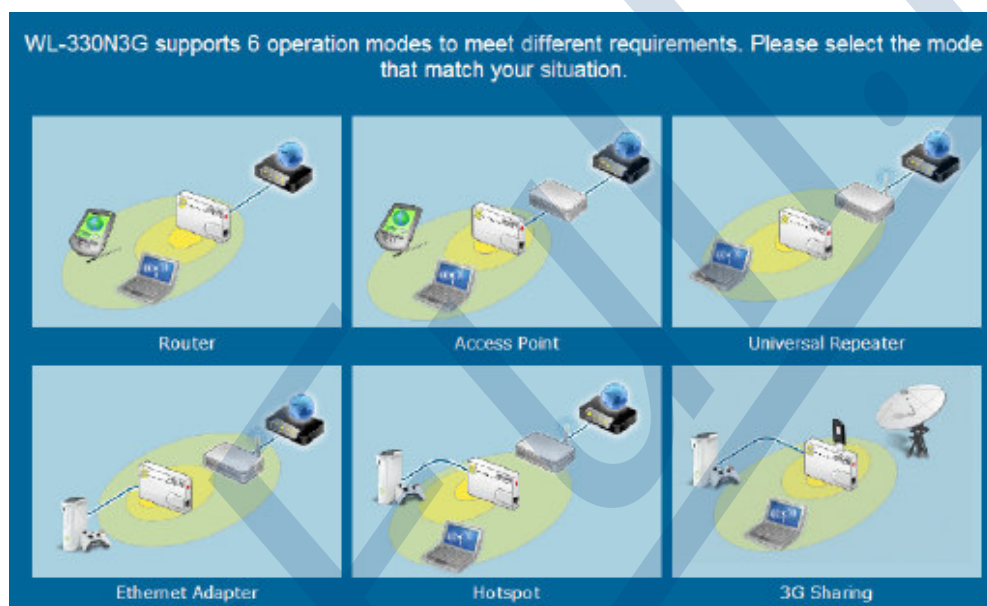

Рисунок 63 – ASUS WL-330N3G
3. б) У ASUS WL-330N3G есть возможность выбора из 6 операционных модулей: Router/Gateway, Access Point, Ethernet Adapter, Universal Repeater, Hotspot, 3G Sharing. Для аппликации адаптера Online Controller выберите режим **Ethernet адаптер** (Рисунок 63).